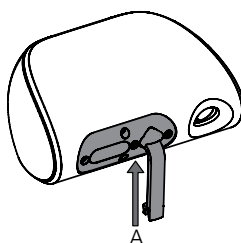

Figura 13
Em qualquer dos casos, solte o parafuso de segurança da junção da esfera (A), gire o pilar 90 ° e aperte o parafuso novamente. Para orientação em paisagem, deixe o pilar nessa posição (Figura 13).